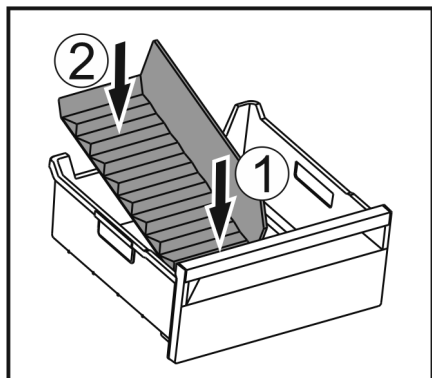

Fig. 235
- Ievietojiet ledus gabaliņu nodalījuma sadalītāja priekšējo daļu. Fig. 235 (1)
- Nolaidiet ledus gabaliņu nodalījuma sadalītāja aizmugu – rējo daļu līdz atvilktnes pamatnei. Fig. 235 (2)